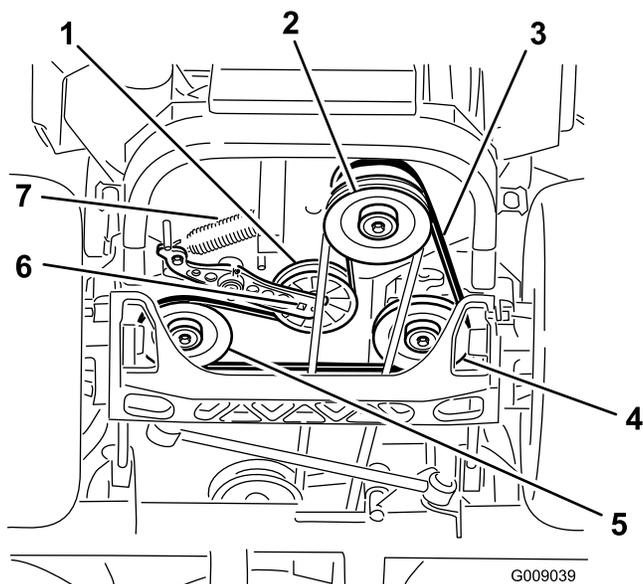

**Figure 83**
12. Posez les couvercles de courroie (Figure 83).